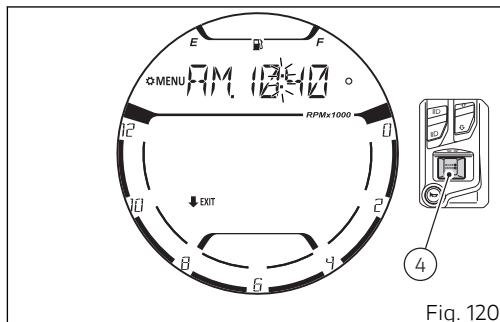

Fig. 120
Presionar el pulsador (4) para interrumpir el parpadeo de los minutos y salir de la modalidad configuración. Ahora el salpicadero indica la hora recién configurada (Fig. 120).